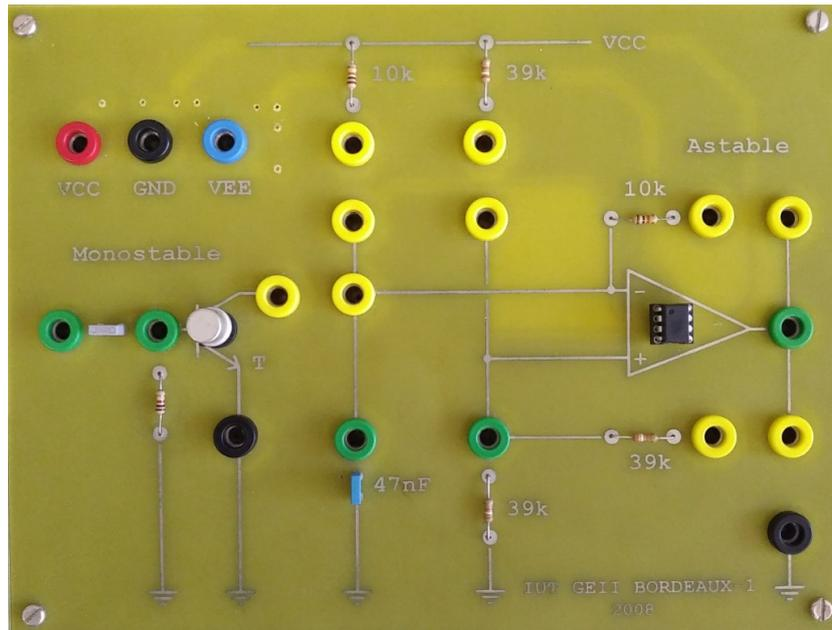

Figure 2 : Façade de la plaquette de test
- Plaquette support de composants (voir Figure 2)